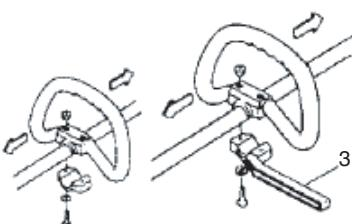

Fig. 2
Utilisez toujours une barre de protection (3) et un harnais de sécurité avec la poignée lors de l'utilisation de lames en acier/rigides montées sur un coupe-herbes ou une débroussailleuse à arbre droit. (Fig. 2)